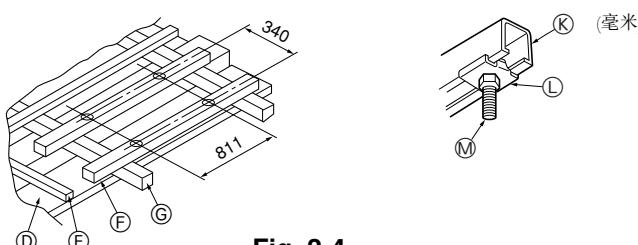

Fig. 2-4
① 格栅的外侧
② 天花板开口
③ 螺距
④ 电气箱
- ① 木结构 (Fig. 2-4)